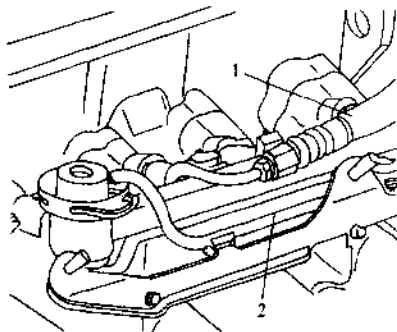
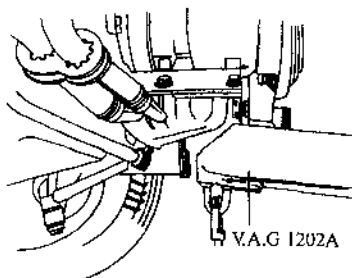
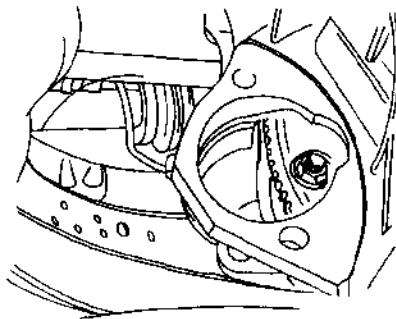

图 2-10 拆下供油管和回油管
图 2-11 拆下发动机与变速器之间的连接螺栓
图 2-12 拆卸变速器螺母
(22) 拔下燃油分配管上的供油管 and 回油管, 如图 2-10 所示。由于燃油系统存在压力, 在打开系统之前先在开口处放置抹布, 然后小心地松开接头以降低压力。
(23) 拔下发动机上的所有冷却液软管和真空管。
(24) 拆下冷却系统的补偿容器。
(25) 拆除发动机的所有连接。
(26) 拧下发动机和变速器的连接螺栓, 如图 2-11 所示。对自动变速器被撞的汽车应从驱动盘上拆下变速器, 如图 2-12 所示 (拆 3 个固定螺母时应转动驱动盘, 按顺序拆下)。要保证在拆卸发动机后变速器不会脱开掉下。
(27) 拧下发动机上部左右两边支承的固定螺母。
(28) 用小吊车 (V. A. G 1202A) 把发动机和变速器稍微顶起, 拆卸发动机和变速器下部的连接螺栓。
(29) 拆卸发动机和变速器下部的连接螺栓。